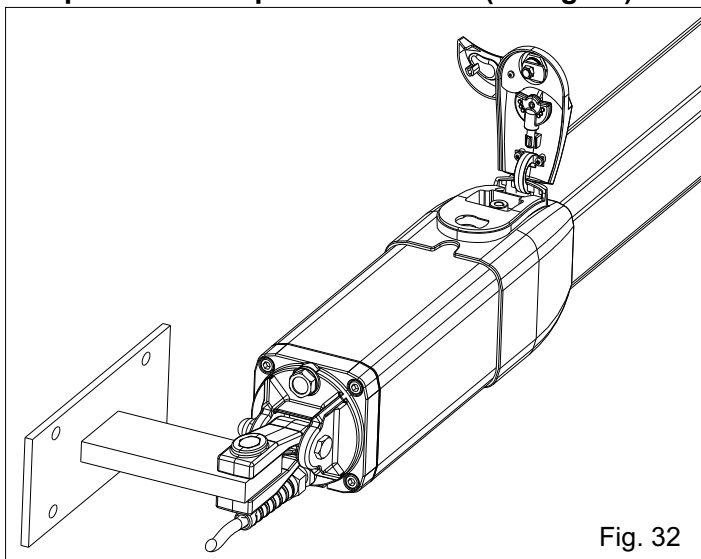

Fig. 32
**La llave de desbloqueo puede guardarse en el interior de la tapa del desbloqueo en aluminio (ver fig. 32).**